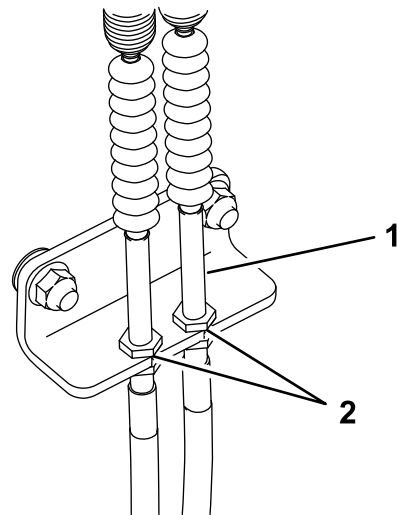

Figura 43
2. Dentro del lado izquierdo de la torre de control, ajuste las tuercas hasta que los cables estén ceñidos (Figura 43).